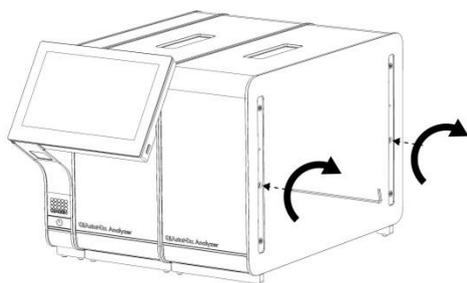

Figura 13. Alinhando e anexando o Módulo analítico adicional.
4. Alinhe o Módulo analítico adicional com o Módulo analítico existente. Aperte os parafusos com a Ferramenta de montagem do Módulo analítico-operacional fornecida com o QIAstat-Dx Analyzer 1.0 (Figura 13).